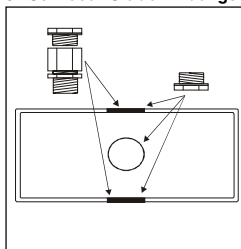

Abb.1
- 6 Öffnen Sie die Kabeleingangs-löcher in den Kunststoff- und Metallkästen durch Ausbrechen der vorgesehenen Sollbruchstellen (siehe Abb. 1).